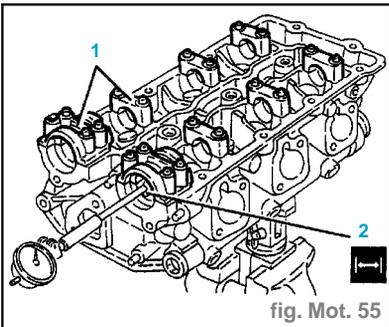

fig. Mot. 55
- Serrer les vis des supports des arbres à cames au couple prescrit de **1,9 daN.m** (1) (fig.Mot. 55).